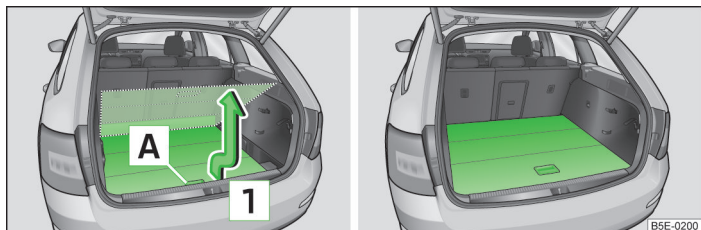

Fig. 95 Reglarea poziției superioare a podelei variabile / podeaua variabilă în poziția de sus
- ▶ Prindeți de mâner **A** » fig. 95 partea din spate a podelei variabile.